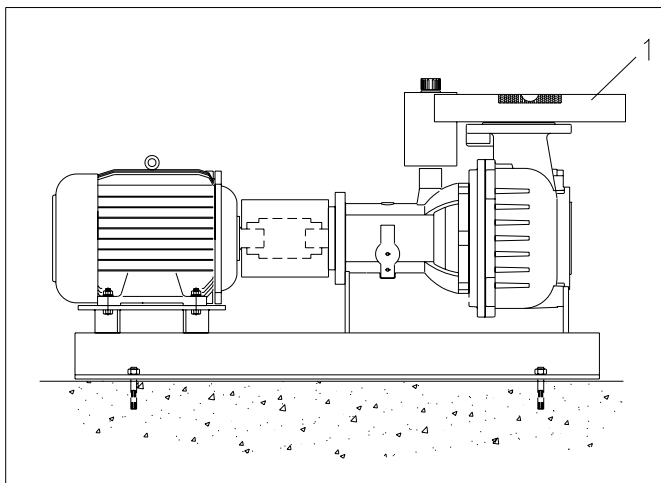

Fig. 7.2
- Oversiden til trykkflensen må være i vater; se fig. 7.2, pos. 1.